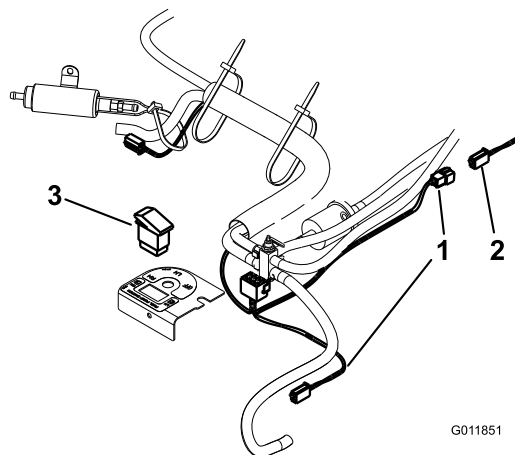
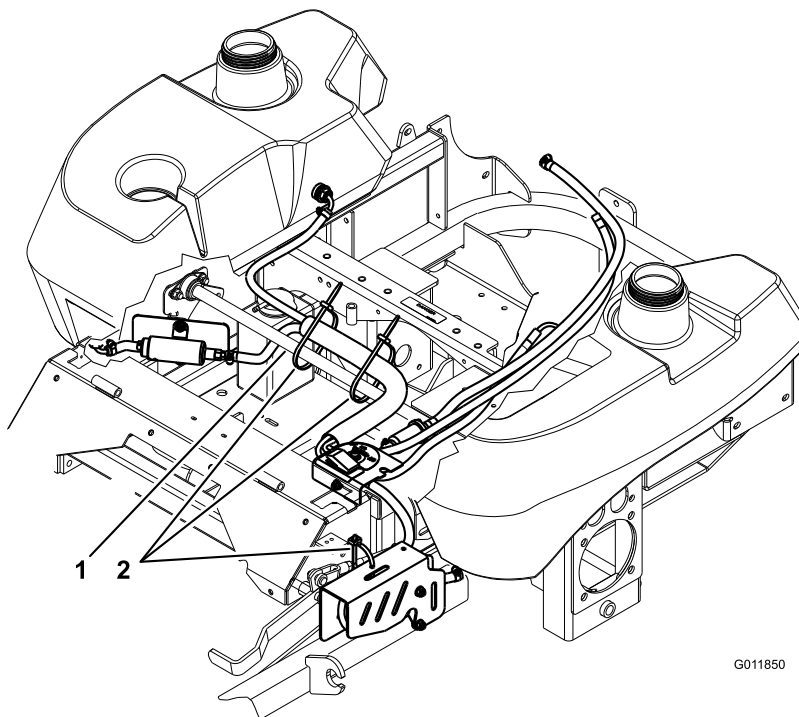

Figura 12
Figura 13
- Pase el tubo de combustible nuevo que viene de la válvula selectora de combustible a través del bastidor según se indica en Figura 12 y Figura 13, y conéctelo
siguiendo el recorrido del tubo de combustible, y conéctelo a la bomba de combustible. Mantenga los cables de la bomba de combustible dentro del soporte de la bomba de combustible izquierda. Tire de los cables hacia atrás y conecte el arnés de cables nuevo (Figura 12).
20. Conecte el arnés de cables nuevo a la bomba de combustible derecha, recoja el cable sobrante y sujételo con una brida de plástico (Figura 12).
21. Conecte el arnés de cables nuevo al arnés de cables principal. Se trata de la misma conexión que se utilizó para la bomba de combustible existente (Figura 12).
22. Sujete provisionalmente el tubo de combustible al travesaño del freno según se indica con 2 bridas de plástico (Figura 13).
23. Utilice una brida de plástico para sujetar el tubo de combustible a los taladros centrales del soporte de la bomba de combustible de la izquierda (Figura 13).